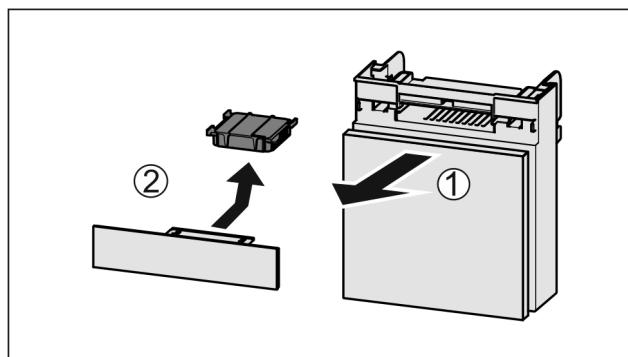

Fig. 200
- Вытянуть Fig. 200 (1) отделение движением вперед.
- Извлечение Fig. 200 (2) фильтра с активированным углем.